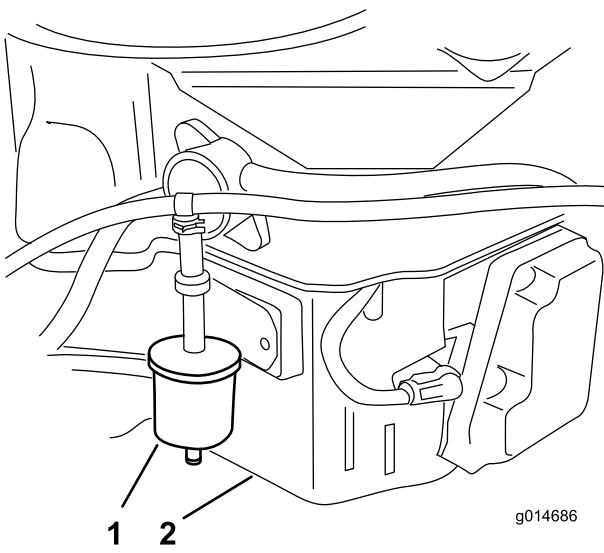

Figure 33
3. Déposez le filtre d'évent de carburant existant (Figure 33).